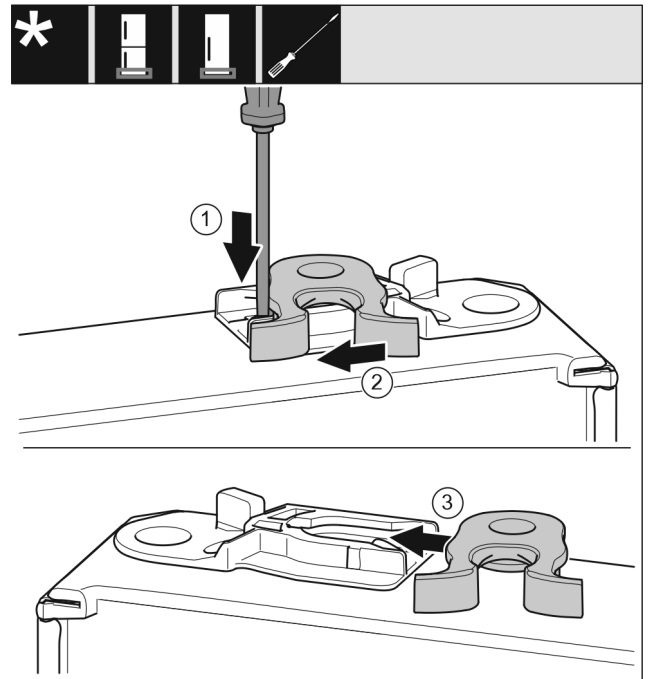

Fig. 40 *
- Lasche Fig. 40 (1) mit Schlitzschraubendreher nach unten drücken.*
- Schließhaken Fig. 40 (2) aus Führung ziehen.*
- Schließhaken Fig. 40 (3) auf anderer Seite in Führung schieben.*